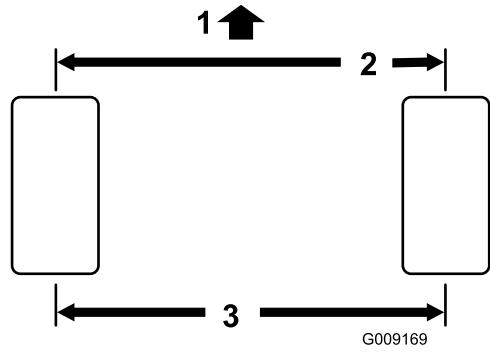

Bild 60
2. Messen Sie den Abstand vorne und hinten an den Lenkreifen Mitte-zu-Mitte (auf Achshöhe). Bild 60 Der Abstand muss zwischen 0 ± 3 mm vorne am Reifen im Vergleich zu hinten am Reifen liegen. Drehen Sie den Reifen um 90 Grad und prüfen Sie den Abstand erneut.